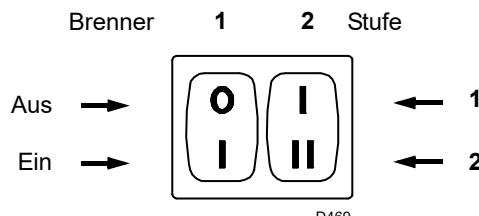

Abb. 19
- Den Brenner durch Schließen der Fernsteuerungen und mit Schalter 1)(Abb. 19) auf "EIN" starten. Der Pumpendrehzinn muß der Pfeilangabe auf dem Dekkel entsprechen.
- Die Pumpe ist gefüllt, wenn aus der Schraube 4) oder 8) Heizöl heraustritt. Den Brenner stoppen: Schalter 1)(Abb. 19), auf "AUS" und die Schraube 4) oder 8) aufschrauben.